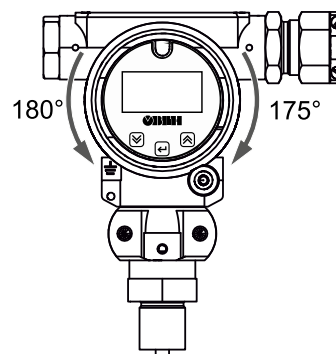

Рисунок 6.4 – Поворот ЖКИ
2. Взяться за выступающую часть корпуса блока индикации и повернуть его на требуемый угол (см. рисунок 6.4).